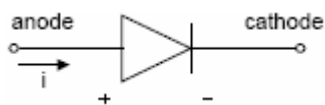
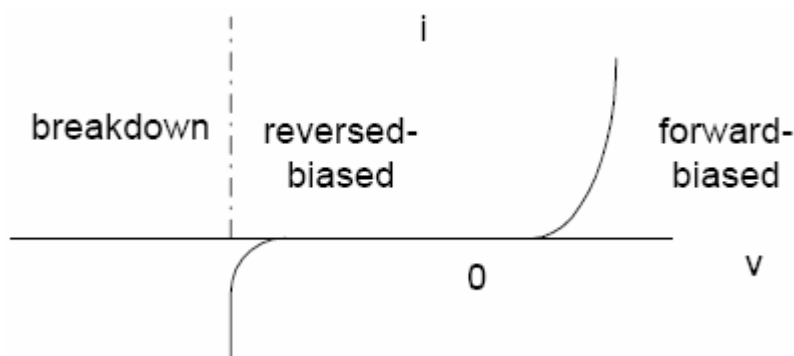

图 5.1 二极管
图 5.2 二极管 i-v 特性
- 1、对于一个二极管，其电路符号如下图 5.1，其 I-V 特性如图 5.2